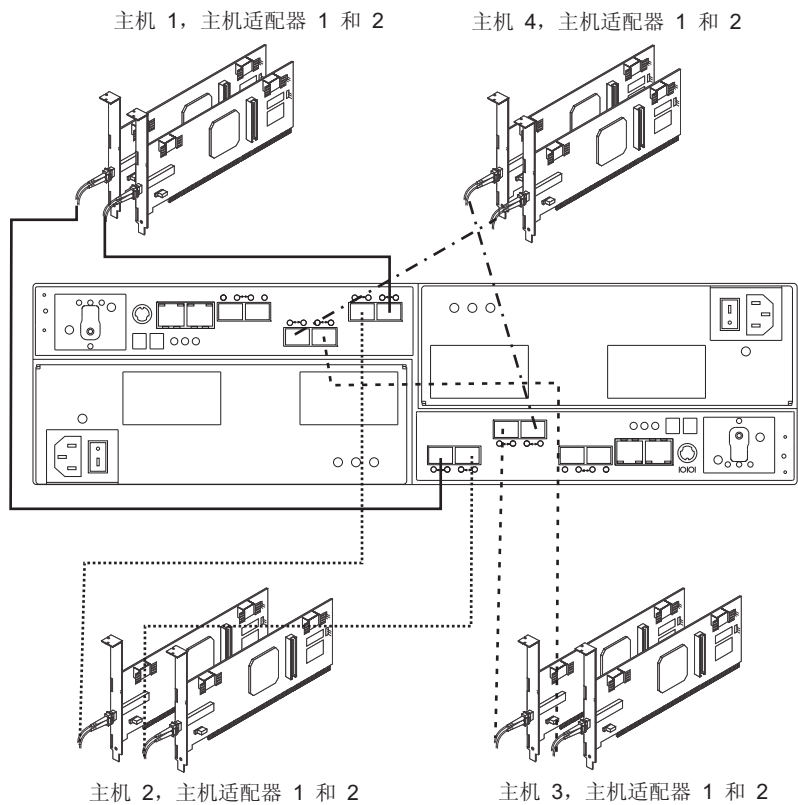

图 55. 两个冗余主机连接的电缆连接图
3. 对于每个其他的冗余主机连接，请重复第 78 页的 1 和第 78 页的 2 这两步。可以为 DS5020 存储子系统创建两个冗余主机连接（如图 55 所示），或者最多创建四个冗余主机连接（此处未显示）。如果创建了四个冗余主机连接，那么可以连接到 DS5020 光纤通道主机总线适配器或者光纤通道交换机端口。